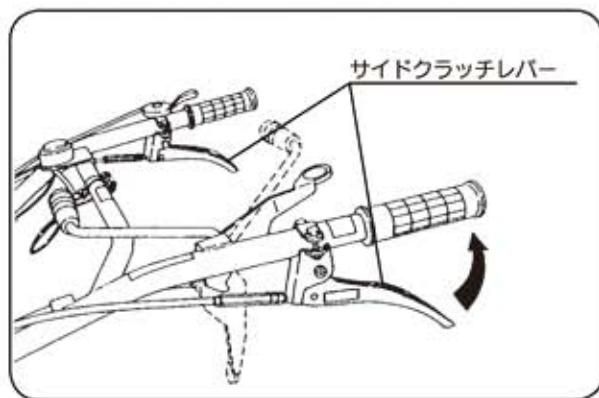

図24
①レバーを握るとサイドクラッチが切れ、放すとクラッチが入ります。（図24）